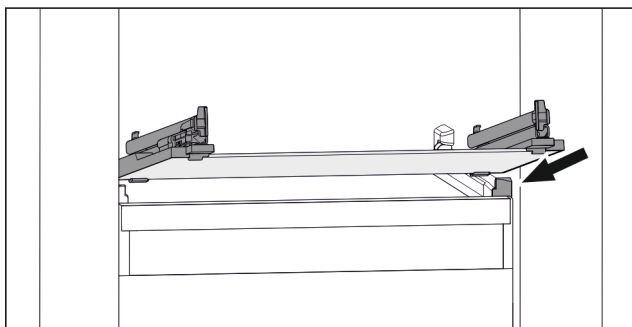

Fig. 154 Simbolična slika steklene plošče
- ▶ Steklenu ploščo postavite v poševnem položaju za zaustavljalniki. (glejte Fig. 154)